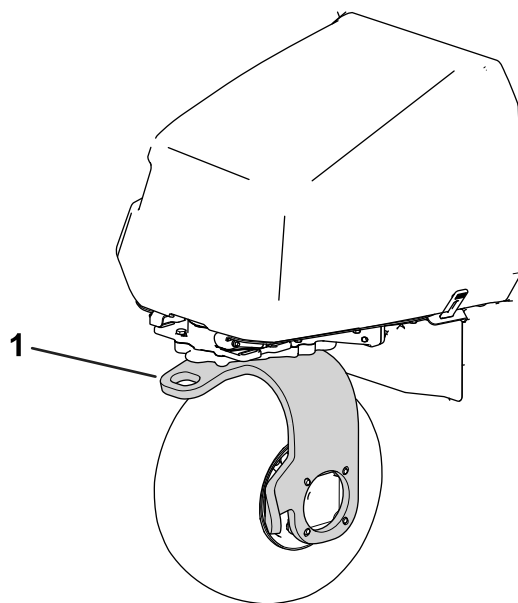

図 34
11. マシンの後キャストフォークに牽引ロープを取り付けて牽引する図 34。